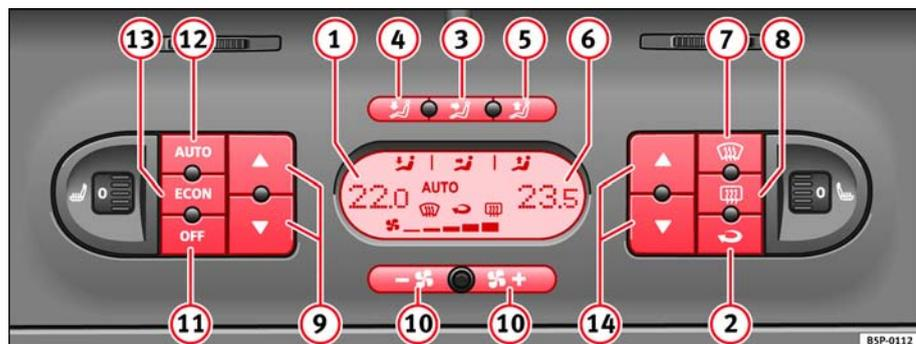

Fig. 126 Mandos del 2C-Climatronic en el tablero de instrumentos
- Pulse las teclas de regulación de temperatura ⇒ página 154, fig. 126 **9** ó **14** para ajustar la temperatura del lado izquierdo y derecho respectivamente.
- Pulse la tecla  ⇒ página 154, fig. 126. Aparece “AUTO” en el display.